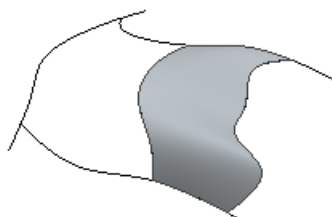

图 8.7.5 修剪后
- (5) 单击操控板中的按钮，完成 ISDX 曲面的修剪工作。修剪后的 ISDX 曲面如图 8.7.5 所示。